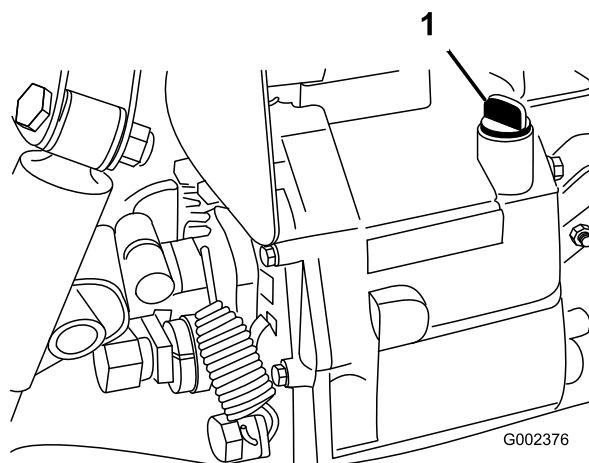

Figure 16
2. Nettoyez la surface autour de la jauge (Figure 16).